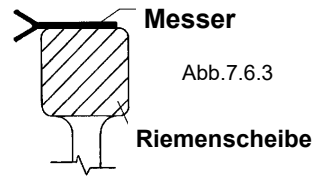

Abb.7.6.3
- Das Messer muss sich an die Riemenscheiben schmiegen, der schneidende Abschnitt bleibt aber frei, er muss herausragen. Siehe Abb. 7.6.3.